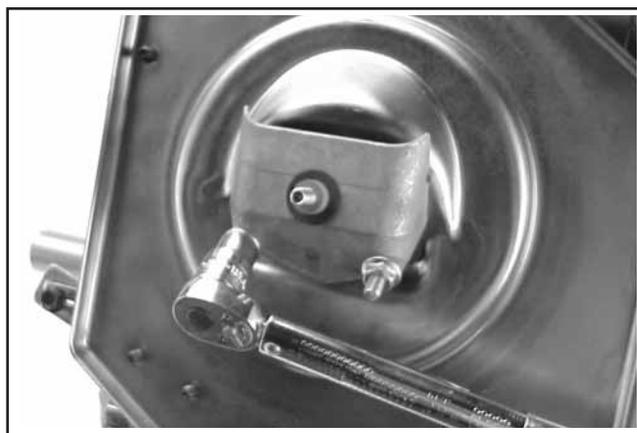

Figura 11-57. Instalar a Base do Filtro de Ar.
4. Instale uma junta nova, a taça anti-retorno/placa do colector/ou o suporte do filtro de ar, consoante equipado, e fixe com as porcas de flange hexagonais. Aperte as porcas de flange hexagonais até 9,9 N·m (88 pol. lb.). Consulte a Figura 11-57.